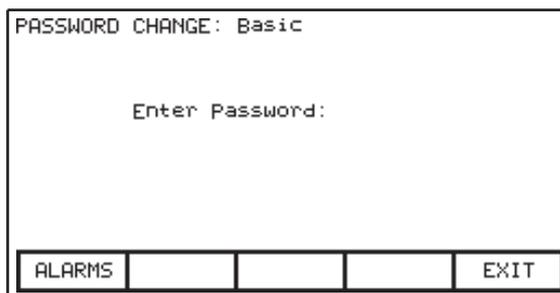

Figura 187 – Cómo cambiar el PIN de acceso
El PIN predeterminado para el acceso 'Basic' y 'Advanced' es cero (0), o [Enter]. Cambie el PIN desde la pantalla de acceso ACCESS usando ▲ o ▼ para seleccionar el nivel de acceso. Presione [F9] para abrir la utilidad PASSWORD CHANGE (Figura 187).